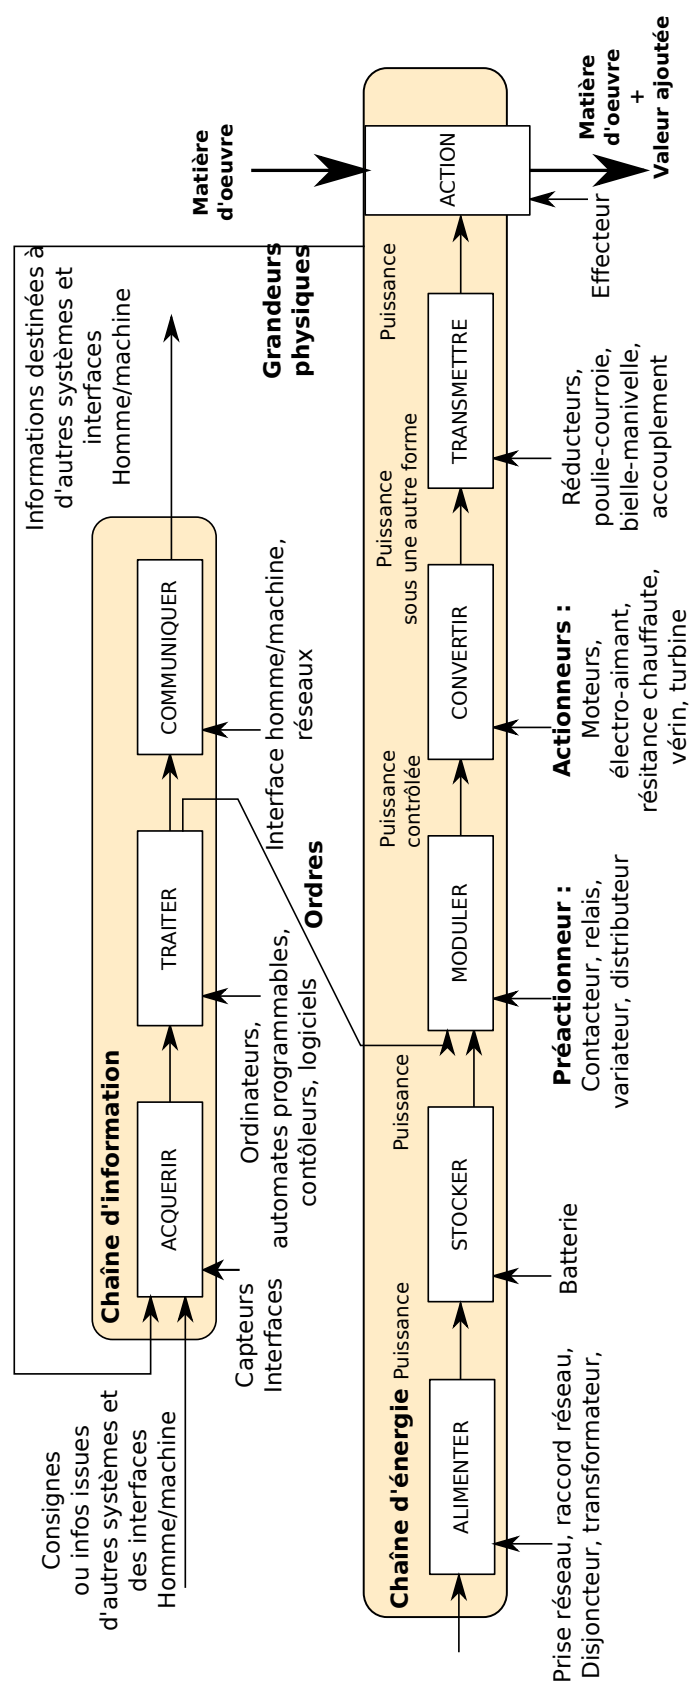

FIGURE 5 – Chaîne fonctionnelle
Chaque chaîne fonctionnelle est composée d'un nombre limité de fonctions qui pourront être étudiées séparément selon leur technologie (mécanique, électrique, automatique, etc. - voir cours suivant). Ces deux entités sont reliées par des **interfaces**. Le tout est appelé **chaîne fonctionnelle** (voir figure 5)
- sur l'état d'un produit ou de l'un de ses éléments à l'aide de capteurs (cf. flèche "grandeur physique à acquérir", fig.5),